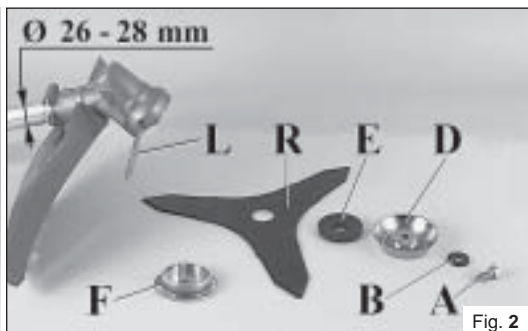

Fig. 2
MONTAGGIO DISCO (Fig. 2)
Svitare in senso orario il bullone (A); togliere la rondella (B), la coppa (D) e la flangia inferiore (E). Montare il disco (R) sulla flangia superiore (F) assicurandosi del giusto senso di rotazione. Montare la flangia inferiore (E), la coppa (D), la rondella (B) ed avvitare il bullone (A) in senso antiorario. Inserire il perno in dotazione, nell'apposito foro (L) per bloccare il disco e permettere il serraggio del bullone (A, Fig. 2) a **kgm 2.5 (25 Nm)**.
MONTAGE DU DISQUE (Fig. 2)
Dévissez le boulon dans le sens des aiguilles d'une montre (A); otez la rondelle (B), le carter (D) et la bride inférieure (E). Montez le disque (R) sur la bride supérieure (F), en vérifiant le bon sens de rotation. Montez la bride inférieure (E), le carter (D), la rondelle (B) et vissez le boulon (A) dans le sens contraire des aiguilles d'une montre. Enfilez le goujon en dotation dans le trou approprié (L) pour pouvoir bloquer le disque et serrer le boulon (A, Fig. 2) à **2.5 kgm (25 Nm)**.
FITTING THE DISK (Fig. 2)
Loosen the bolt (A) clockwise; remove washer (B), cup (D) and lower flange (E). Fix the blade (R) onto the upper flange (F) making sure that the rotation direction is correct. Fix the lower flange (E), the cup (D), the washer (B) and tighten bolt (A) anti-clockwise. Put the pin provided in the appropriate hole (L) to block the blade and allow the bolt (A, Fig. 2) to be tightened to **2.5 kgm (25 Nm)**.
MONTAGE DES SCHNEIDBLATTS (Abb. 2)
Die Schraube (A) im Uhrzeigersinn lösen Unterlegscheibe (B), Gleitteller (D) und unteren Flansch (E) abnehmen. Das Schneidblatt (R) am oberen Flansch (F) montieren dabei auf richtige Drehrichtung sowie korrekten Sitz auf der Nabe achten. Unteren Flansch (E), Gleitteller (D) und Unterlegsscheibe (B) montieren, Schraube (A) entgegen Uhrzeigersinn eindrehen. Um die Schraube (A) **2.5 kgm (25 Nm)** festzuziehen (Abb. 2), den bei liegenden Stift in die vorgesehene Bohrung (L) einsetzen.
MONTAJE DEL DISCO (Fig. 2)
Introduzca el perno en dotación, en el orificio predispuesto (L) para bloquear el disco y ajuste el tornillo (A, Fig. 2) a **2.5 kgm (25 Nm)**.
MONTAGE VAN HET MAAIBLAD (Fig. 2)
Draai de bout (M8 x 1.25 linkse draad) (A) met de klok mee los en verwijder ringen (B) deksel (D) en onderring (E). Monteer het maaimes (R) op de borgring (F) waarbij u er op let, dat de draairichting goed is en dat deze goed gepositioneerd is t.o.v. de houder (G). Monteer de onderring (E), deksel (D), ringen (B) en schroefbout (A) tegen de wijzers van de klok in vast. Steek de meegeleverde blokkeerpen in het daarvoor bestemde gat (L) om het maaiblad te blokkeren. Nnu kan men bout (A, Fig. 2) op moment vastdraaien **2.5 kgm (25 Nm)**.
MONTAGEM DO DISCO (Fig. 2)
Colocar a cavilha no furo apropriado (L) para poder bloquear o disco e trancar o parafuso (A, Fig. 2) a **2.5 kgm (25 Nm)**.